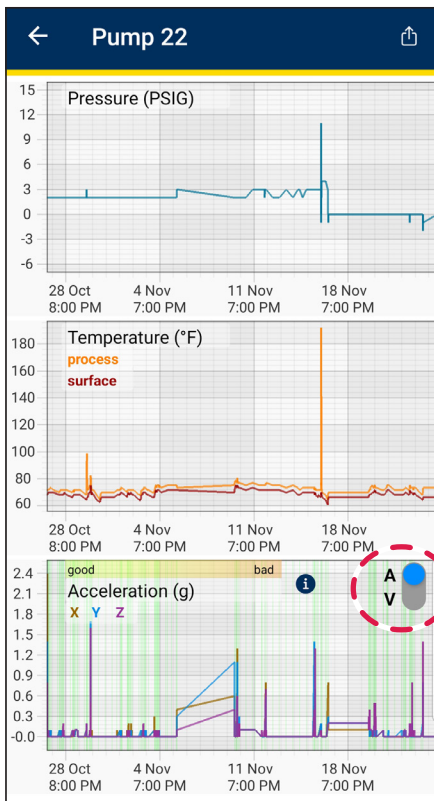

Abbildung 18
- Der Beschleunigung 0-Peak und der Geschwindigkeit-Effektivwert werden im selben Diagramm angezeigt. Wählen Sie die blaue Umschalttaste im Diagrammbereich, um zwischen V = Geschwindigkeit und A = Beschleunigung zu wechseln (siehe Abbildung 18).